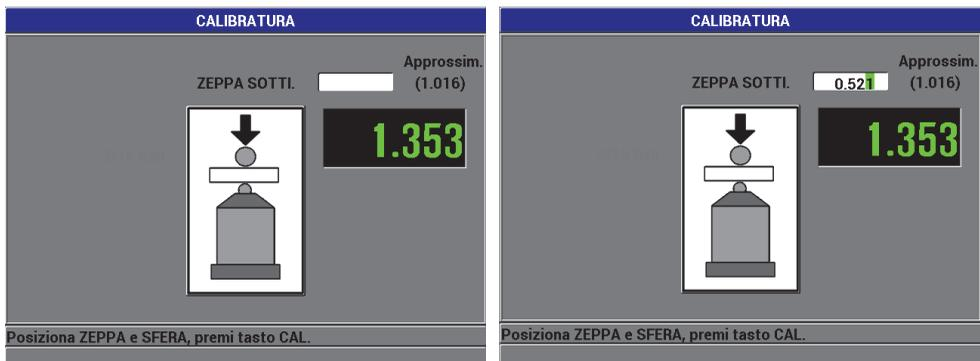

Figura 4-8 Punto di calibrazione ZEPPA SOTTI.
5. Punto ZEPPA SOTTI. (zeppa sottile): Lo strumento avvertirà l'utente di posizionare una zeppa sottile per la calibrazione e un target al di sopra dell'estremità della sonda. Lo spessore di questo punto di calibrazione con zeppa sottile varierà in funzione del target a sfera, a disco e a filo selezionato. Lo spessore approssimativo della zeppa sarà visualizzato nel campo di misura inferiore. Premere [CAL] per trasferire la misura nel campo di testo, dopodiché usare le frecce per inserire lo spessore noto della zeppa di calibrazione ed infine premere [CAL] (vedere Figura 4-8 a pagina 94).